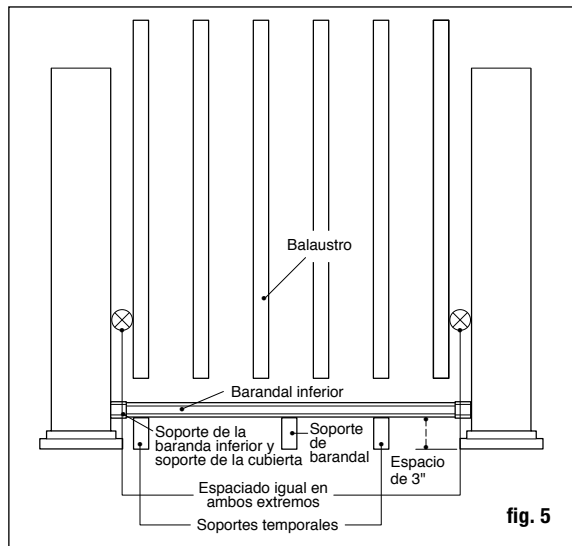

fig. 5
Paso 6 Mida la distancia entre las coberturas de poste instaladas para determinar la longitud de los barandales superior e inferior. Posicione el barandal inferior al lado de los postes y ajústelo de modo que la distancia entre el primer agujero de balaustre y el poste sea mayor a 5.1 cm (2 pulg.) e igual en ambos extremos (consulte la fig. 5). Marque el barandal. Corte el barandal inferior. Corte el barandal superior con el mismo espaciamiento y longitud.
Paso 8 Coloque las cubiertas de soportes del barandal lineal y los soportes lineales en los extremos del barandal inferior. Instale el soporte de barandal y sostenga el barandal inferior entre los postes con bloques cortados a la medida. Revise el nivel del barandal. Usando el soporte lineal como guía, marque las posiciones de los tornillos en la cobertura del poste y en el barandal en ambos extremos. Pretaladre agujeros guía de .32 cm (1/8 pulg.) a través de la cobertura de poste y del barandal. Sujete el soporte lineal a la cobertura del poste usando cuatro tornillos cuadrados de cabeza cilíndrica #8 - 15 x 2" - #2 y luego sujete el soporte lineal al barandal usando dos tornillos cuadrados autorroscantes de cabeza cilíndrica #10-16 x 3/4" - #2 (fig. 5).